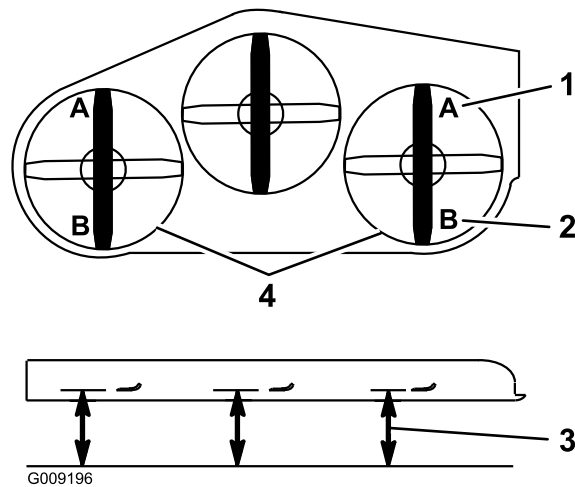

Figura 96
9. En ambos lados de la carcasa, mida desde la superficie nivelada hasta la punta delantera de la cuchilla (Posición A), según se muestra en la Figura 96.
16. En ambos lados de la carcasa, mida desde la superficie nivelada hasta la punta trasera de la cuchilla (Posición B), según se muestra en la Figura 96.